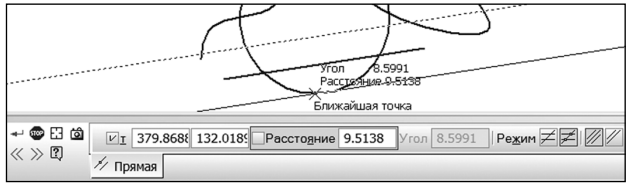

Рис. 10.8. Команда «Параллельная прямая»
- Кнопка **Параллельная прямая**  предназначена для построения параллельных прямых (параллельно другим прямым линиям) с возможностью строить или не строить точки на пересечениях других геометрических объектов с помощью кнопок  . Для построения параллельной прямой необходимо указать прямую линию, от которой будет строиться эта параллельная прямая. Затем нужно указать точку на экране или на панели параметров, через которую эта прямая будет проходить (рис. 10.8). Вместо точки можно ввести величину смещения параллельной прямой от исходной прямой линии в графе **Расстояние** на панели параметров. Кнопки **Количество прямых**  позволяют строить одну или две зеркальных параллельных прямых за раз. Для построения двух прямых